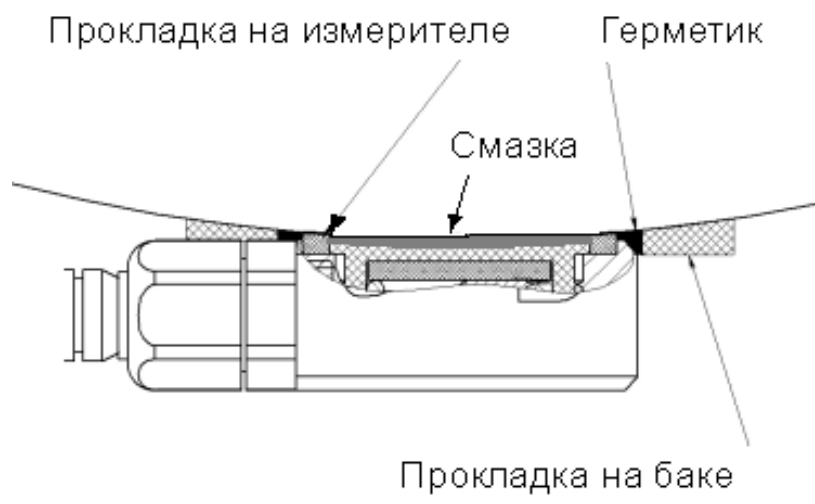

Рис.8.5 – Расположение слоя смазки между измерителем и баллоном
8.7 Нанести масло-бензостойкий герметик, указанный в таблице 7.2 или аналогичный, на внутренний торец край приклеенного резинового кольца на баллоне (см. рис. 8.5).